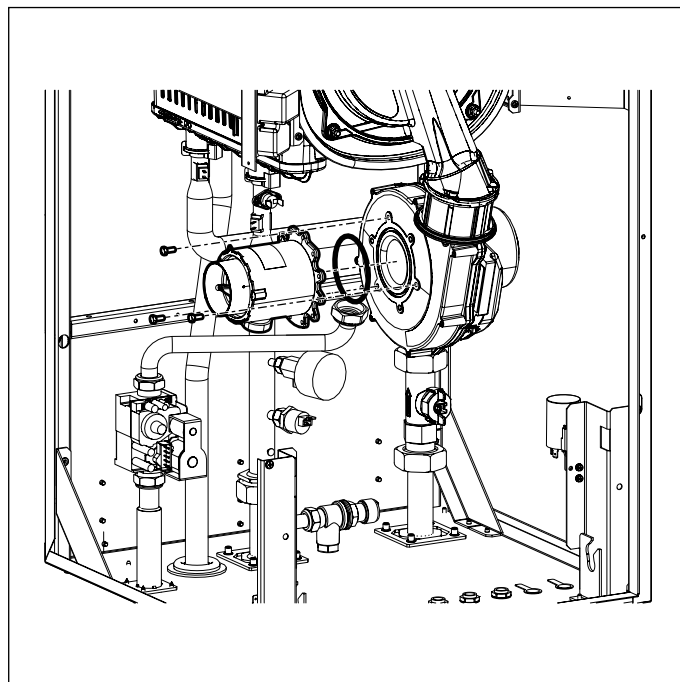

Fig. 33 Amestecător
- Înlăturați amestecătorul desfăcând cele trei șuruburi tip imbus (vezi Fig. 33 Amestecător).
- Montați amestecătorul reasamblat la ventilator cu șuruburile cu imbus, având grijă să re poziționați între amestecător și ventilator, garnitura inelară de etanșare (vezi Fig. 33 Amestecător).